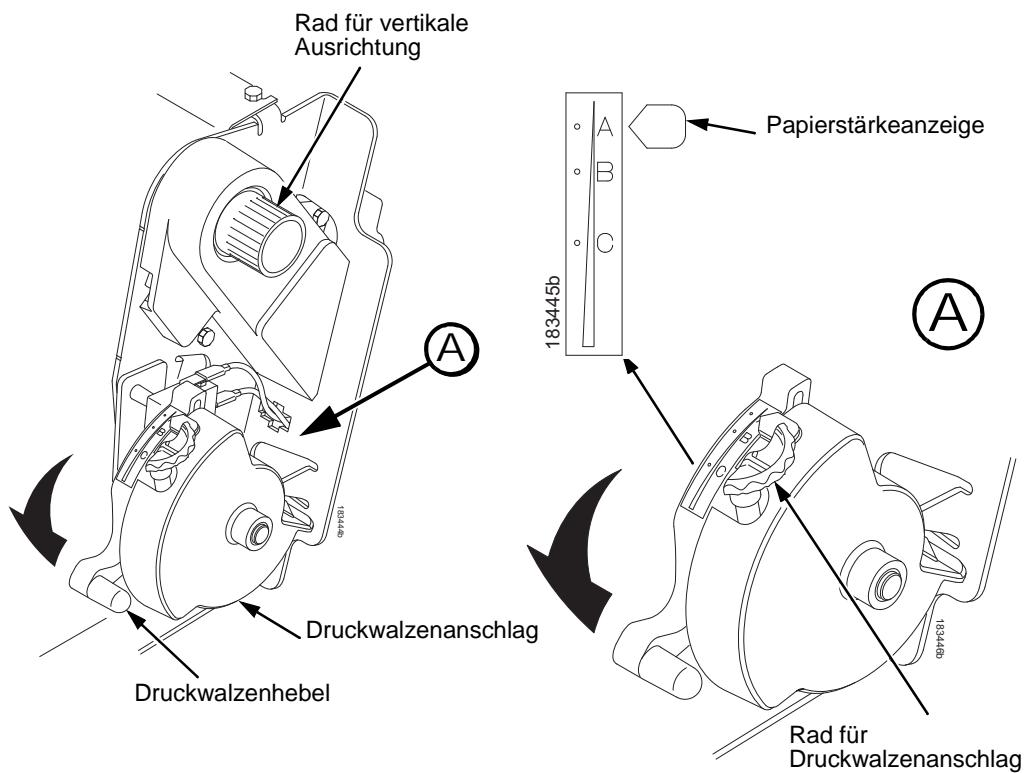

Abbildung 48. Einstellen des Druckwalzenhebels
9. Drehen Sie das Rad für den Druckwalzenanschlag nach links oder rechts, um die Papierstärke einzustellen (Die Skala A-B-C entspricht in etwa der 1-, 3- und 6-fachen Papierstärke). Siehe Abbildung 48.